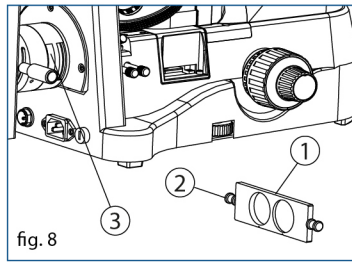

fig. 8
(Fig. 8) Desenrosque el tornillo (2) de la corredera de vidrio esmerilado (1), inserte la corredera en la ranura (3) del conector hasta que se escuche un “clic”, y vuelva a colocar el tornillo